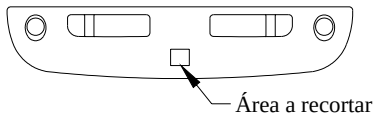

Figura 1
①	Cant. (2)	Perno hexagonal, M12 x 1.75 x 45 CL10.9	④	Cant. (2)	Tuerca, M12 x 1.75
②	Cant. (4)	Arandela cónica, 1/2"	⑤	Cant. (4)	Perno hexagonal, M10 x 1.5 x 35 CL10.9
③	Cant. (2)	Espaciador, 2" x 1-1/2" x 1/4"	⑥	Cant. (4)	Arandela cónica, 3/8"
*** NOTA:** Los vehículos del modelo deportivo 1999 necesitan un recorte extensivo de la placa protectora. Vea la Figura 1. **CONSULTE CON EL PROPIETARIO DEL VEHÍCULO ANTES DE HACER EL RECORTE.**